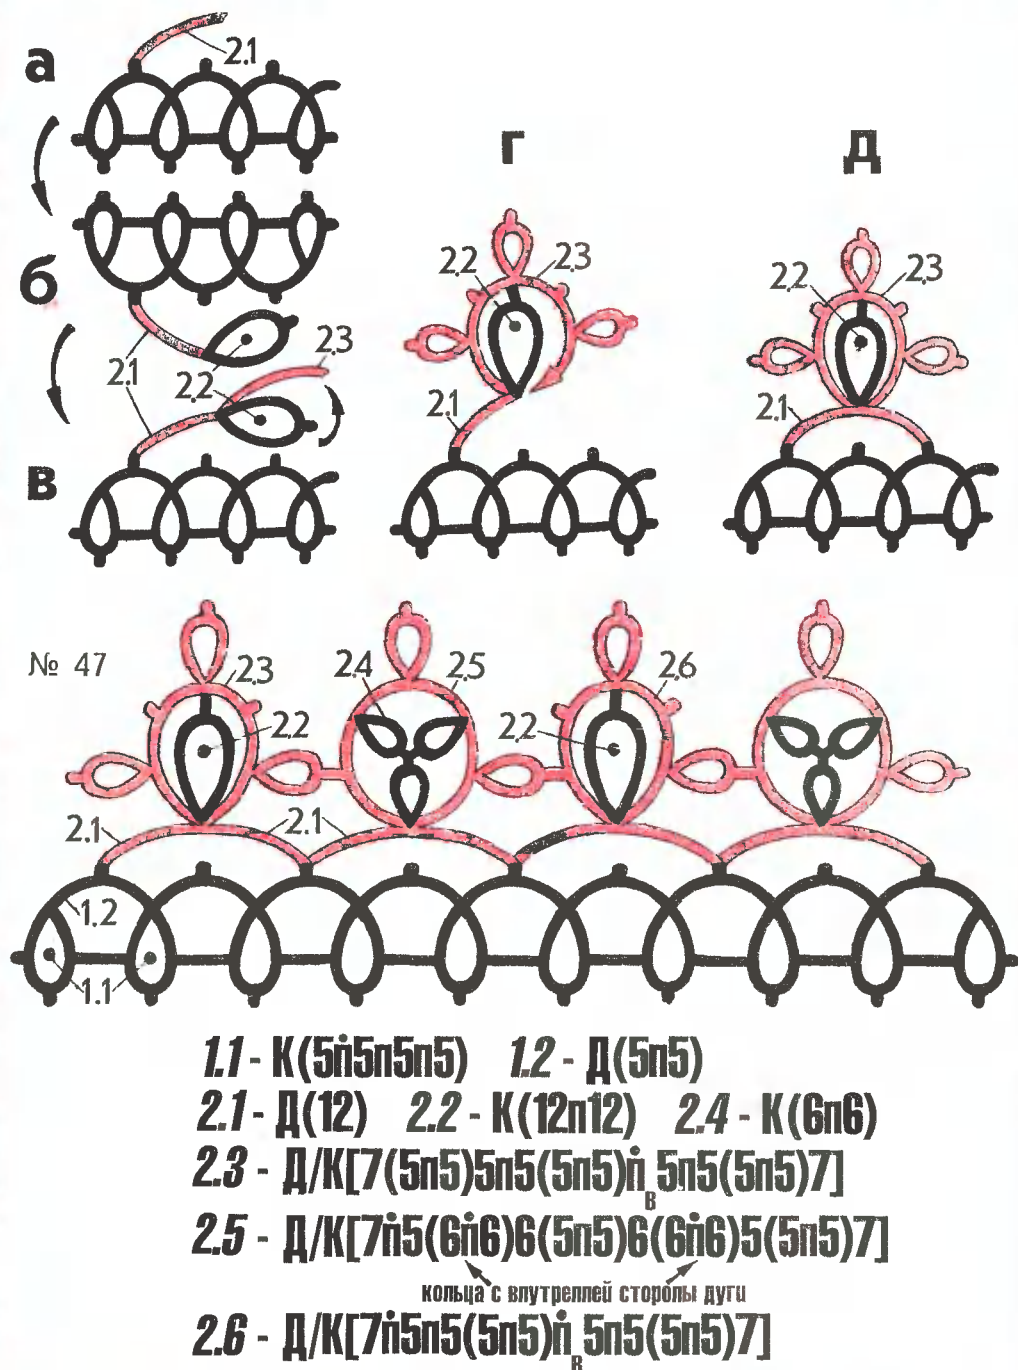

Рис. 38. Элемент
Присоединение дуги к кольцу и плетение базовой дуги выполняют согласно общим правилам. Так, дуги **2.3** и **2.6** присоединяются непосредственно к кольцу **2.2** за ведущую нитку ($\dot{n}_n$), а дуга **2.5** — к кольцу **2.4** через промежуточное кольцо обычным способом (рис. 38).
- сплести подводящую базовую дугу (см. рис. 38, а), повернуть работу вокруг горизонтальной оси и сформировать внутреннее кольцо из ведущей нитки базовой дуги (см. рис. 38, б);
- работу повернуть вокруг горизонтальной оси и делать внешнюю дугу (см. рис. 38, в), причем нитка от
Выполняя дугу, конечно, делают необходимые по технологии присоединения, кольца и пико, в том числе над соединением кольца и дуги. По мере плетения дуги и присоединения ее к кольцу последнее поворачивают против часовой стрелки, так что и в конце плетения кольцо оказывается **слева** от дуги (см. рис. 38, г). При этом конец дуги крепят с правой стороны у основания кольца за ведущую нитку ($\dot{n}_n$);
- не поворачивая работы, формировать отходящую базовую дугу, причем рабочие нитки внешней и отходящей базовой дуги должны совпадать (см. рис. 38, д).